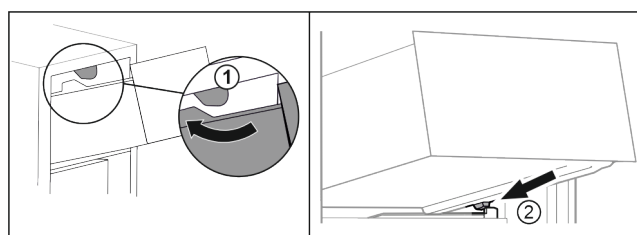

Fig. 16
- Duceți sertarul în jurul opritoarelor superioare Fig. 16 (1).
- Așezați sertarul oblic în spatele opritoarelor inferioare pe nervura recipientului Fig. 16 (2).